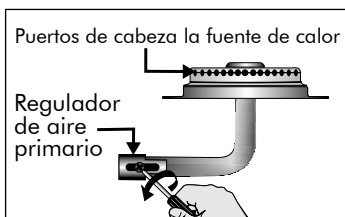

Figura 6.
- Con un destornillador afloje el tornillo del regulador de aire primario (**Ver figura 6**).
- Con un destornillador afloje el tornillo del regulador de aire primario (Ver figura 6).